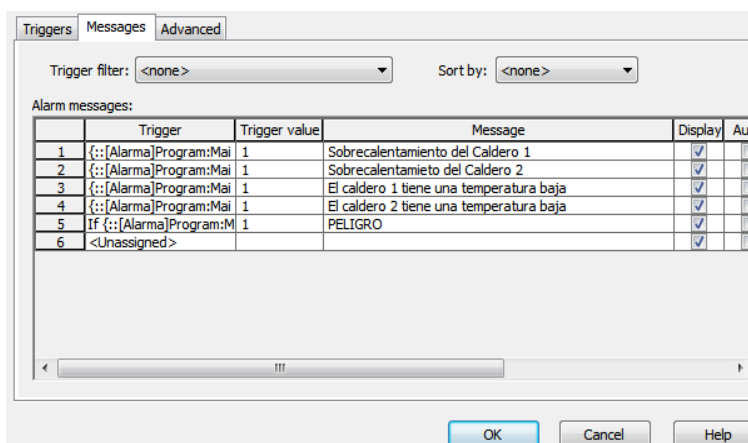

Figura 20 Agregación del resto de alarmas de la aplicación
14. Posteriormente se agregará el resto de alarmas tanto para temperatura alta como para temperatura baja de cada uno de los calderos como se muestra en la Figura 20 y finalmente se da clic en “OK”.